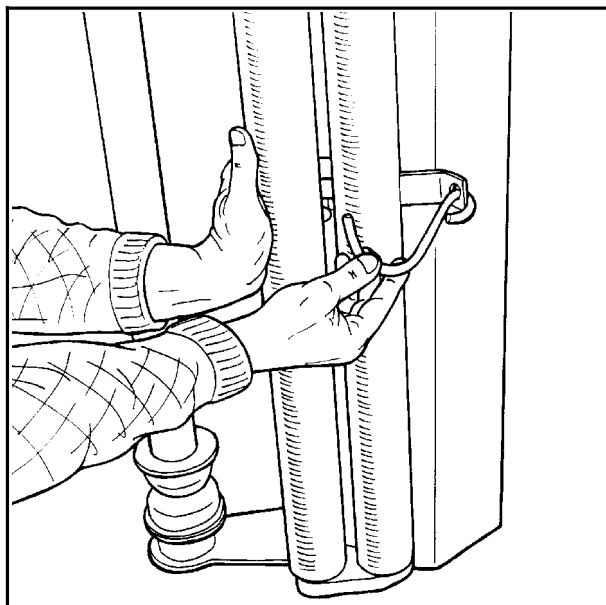

Fig. 6-1
**6.1** Når plastrullen skal monteres, må forstreker-rollene holdes til siden. Hold rullene ut til siden og sett på holdekroken. (Se fig. 6-1).